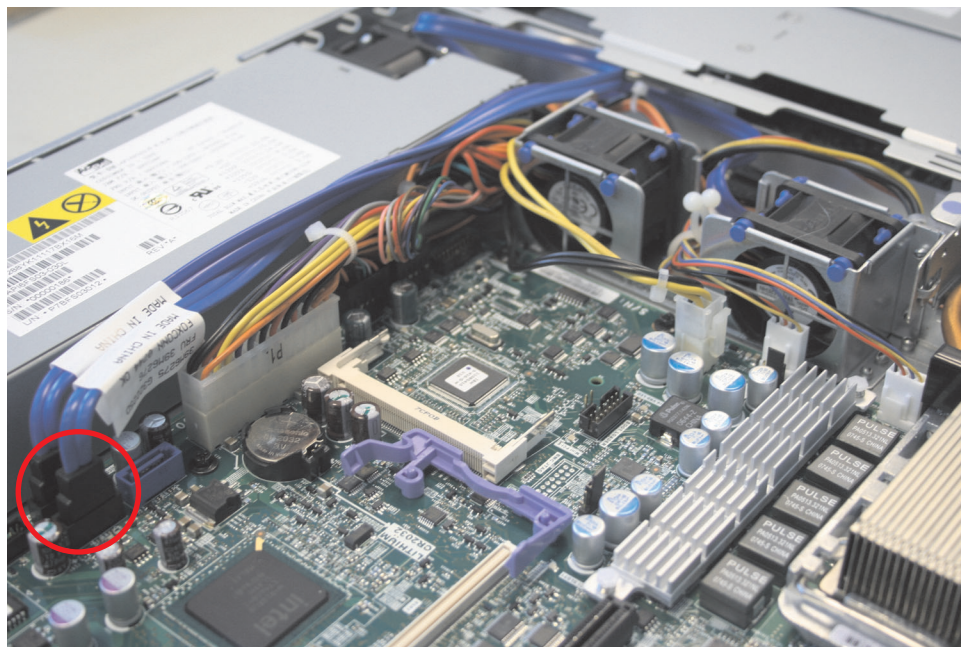

図94. SAN ボリューム・コントローラー 2145-8A4 SATA ケーブル・コネクタ
8. 125 ページの図 94 に示すように、バック・プレートに接続されている 2 本の SATA ケーブルが、システム・ボードのどこに接続されているかを覚えておきます。それから 2 本の SATA ケーブルをシステム・ボードから外します。